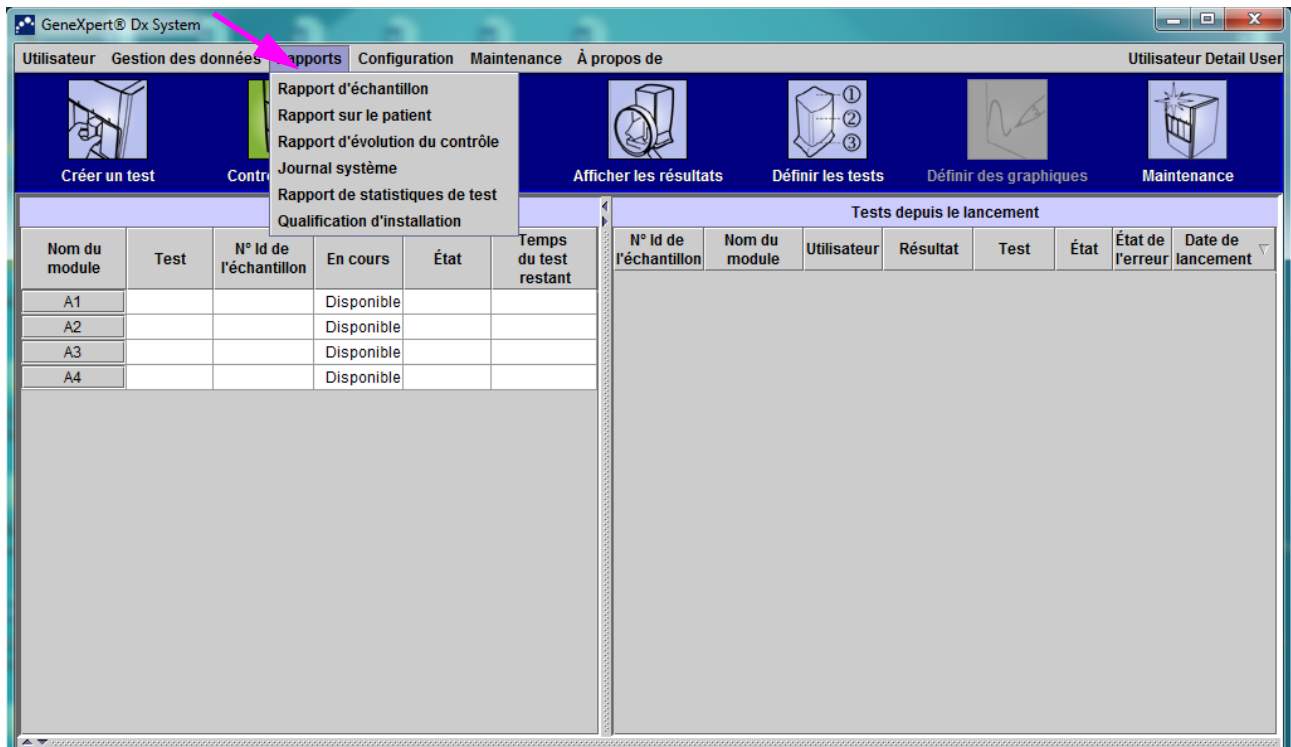
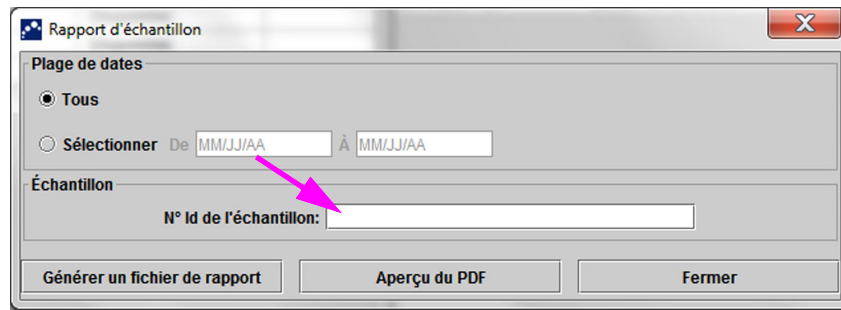
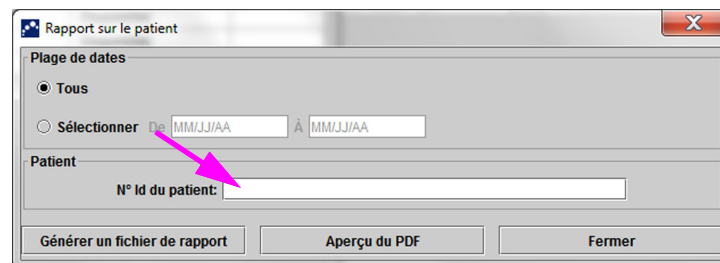

Figure 5-85. Fenêtre GeneXpert Dx System—Menu déroulant Rapports
Figure 5-86. Boîte de dialogue Rapport d'échantillon
Figure 5-88. Boîte de dialogue Rapport sur le patient
Le menu **Rapports** (cf. Figure 5-85) fournit les options de menu suivantes :
1. Dans la fenêtre GeneXpert Dx System, dans le menu **Rapports** (cf. Figure 5-85), cliquez sur **Rapport d'échantillon**. La boîte de dialogue Rapport d'échantillon s'affiche. Voir Figure 5-86.
- 1) Cliquer sur le bouton **Générer un fichier de rapport** dans l'écran Rapport d'échantillon (voir Figure 5-86) pour créer le fichier PDF du rapport de test. La boîte de dialogue Générer un fichier de rapport s'affiche et permet d'enregistrer le fichier à un emplacement précisé. Cliquer sur **Enregistrer** une fois que parvenu à l'emplacement spécifique.
1. Dans la fenêtre GeneXpert Dx System, dans le menu **Rapports** (cf. Figure 5-85), cliquez sur **Rapport sur le patient**. La boîte de dialogue Rapport sur le patient s'affiche. Voir Figure 5-88.
- 1) Cliquez sur le bouton **Générer un fichier de rapport** dans l'écran Rapport sur le patient (cf. Figure 5-88) pour créer le fichier PDF du rapport. La boîte de dialogue Générer un fichier de rapport s'affiche et permet d'enregistrer le fichier à un emplacement précis. Cliquez sur **Save** (Enregistrer) une fois que parvenu à l'emplacement spécifique.
1. Dans la fenêtre GeneXpert Dx System, dans le menu **Rapports** (cf. Figure 5-85), cliquez sur **Rapport de statistiques de test**. La boîte de dialogue Rapport de statistiques de test s'affiche. Voir Figure 5-90.